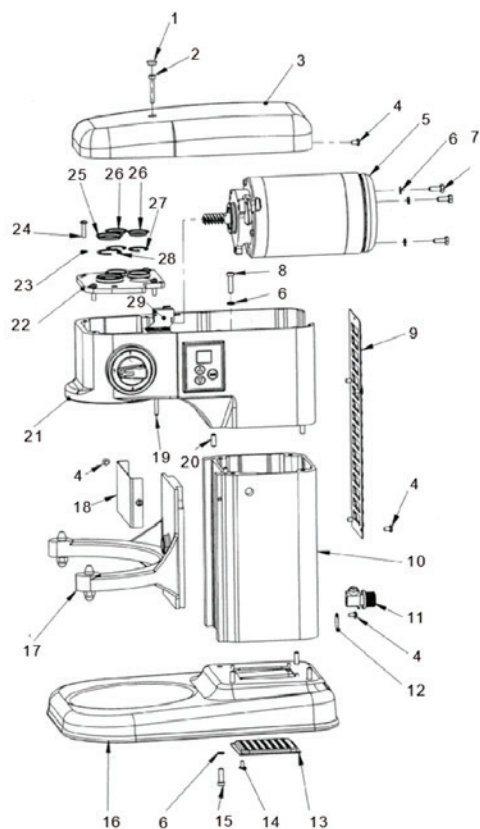

Рис. 1 Основной корпус устройства
- Основной корпус устройства (Рис. 1);
Список деталей устройства, указанных на Рис. 1